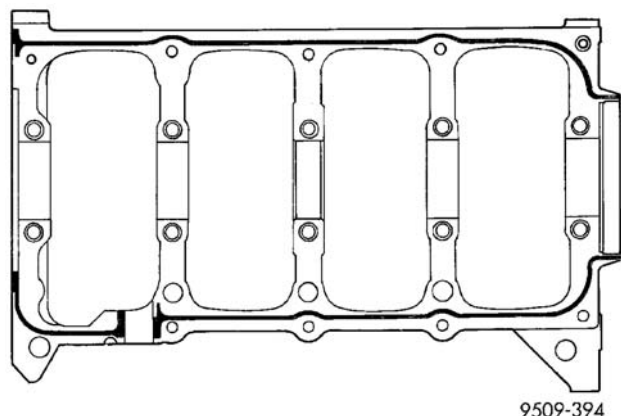

图 55 主轴承盖/底板的密封
(4) 按（图 55）所示，给气缸缸体施用 1.5 至 2.0mm (0.059 至 0.078in.) 的厌氧密封剂 Mopar® 底板密封剂滴珠。
(5) 将下主轴承装入主轴承盖/底板。确保轴承凸舌座落于底板槽中。